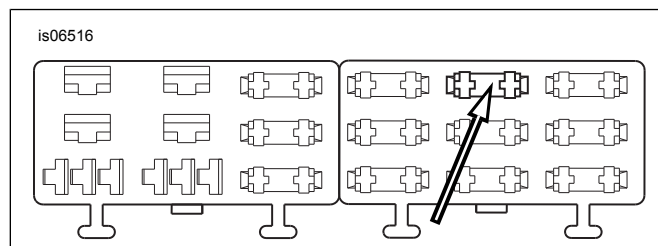

Figura 10. Cavidad "P&A IGN" del bloque de fusibles (Softail 2004 a 2010)
4. Vea Figura 10 . Localice la cavidad del fusible (1) indicada como «P&A IGN» en la cubierta del bloque de fusibles en el bloque de fusibles del lado derecho. Debe haber un cable alimentando un lado de este circuito pero no habrá ni un cable ni un fusible de acoplamiento. Inserte el terminal en el cable adaptador naranja/blanco hasta que se detenga. Compare con un terminal instalado de fábrica cercano con el fin de comprobar que la profundidad y orientación son correctas.